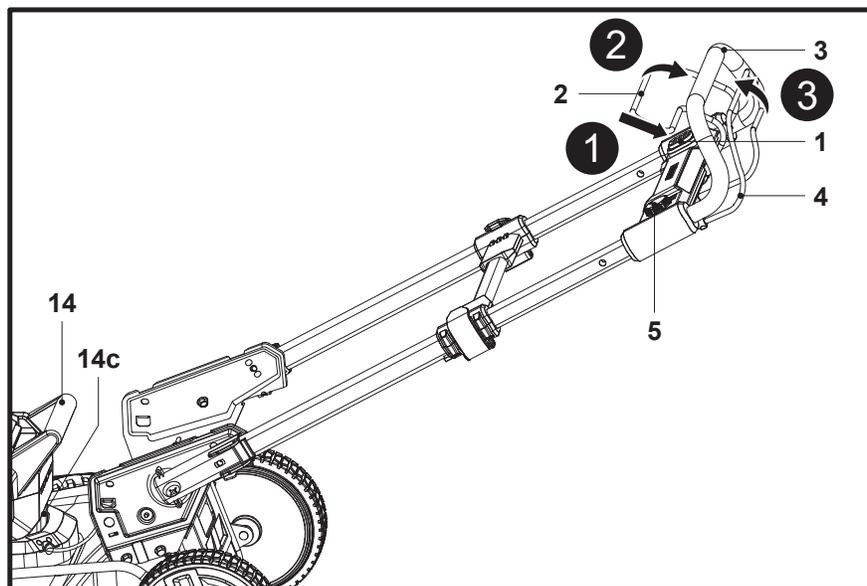

Fig. 20
**REMARQUE :** le produit ne peut être démarré qu'en appuyant sur l'interrupteur de sécurité (1), puis en actionnant le levier de démarrage (2) dans un délai de 5 secondes. L'opération inverse ou un intervalle de plus de 5 secondes entre deux actions ne permet pas de démarrer le produit.
1. Ouvrir le couvercle du compartiment de la batterie (14) et installer la batterie (26) dans le compartiment de la batterie (14e).
2. Fermer le couvercle du compartiment de la batterie (14).
3. Se tenir derrière le guidon (3).
4. Choisir la vitesse des roues appropriée en tournant le sélecteur de vitesse (5).
5. Tout en maintenant l'interrupteur de sécurité (1) enfoncé (Fig. 20, étape 1), tirer les leviers de démarrage (2) vers le guidon (3) dans un délai de 5 secondes et les maintenir dans cette position (Fig. 20, étape 2).
6. Une fois la tondeuse à gazon démarrée, relâcher l'interrupteur de sécurité (1).
7. La capacité réelle de la batterie est indiquée sur l'indicateur de batterie (14c) situé à l'arrière du couvercle du compartiment de la batterie (14).
8. Le feu de travail (14f) situé à l'avant du couvercle du compartiment de la batterie (14) s'allume automatiquement.
9. Pour commencer à tondre, pousser le levier de traction (4) vers l'avant et le maintenir contre le guidon (3) pour faire avancer la tondeuse à gazon (Fig. 20, étape 3).